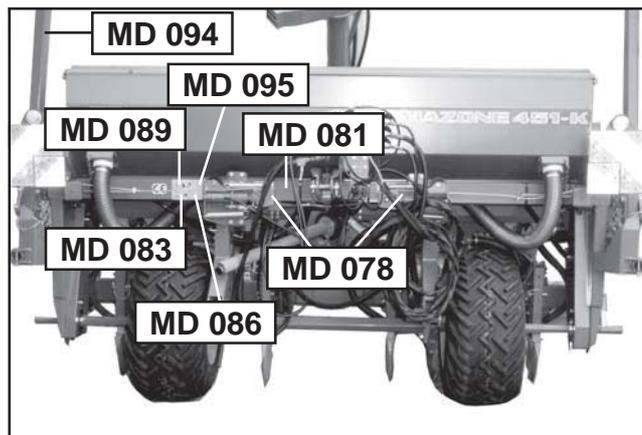

Fig. 2.1
- Les fig. 2.1, 2.2 et la fig. 2.3 montrent les emplacements à respecter pour la pose des pictogrammes et panneaux de signalisation devant garnir votre machine. Les pages suivantes vous fournissent des éclaircissements sur leur signification.